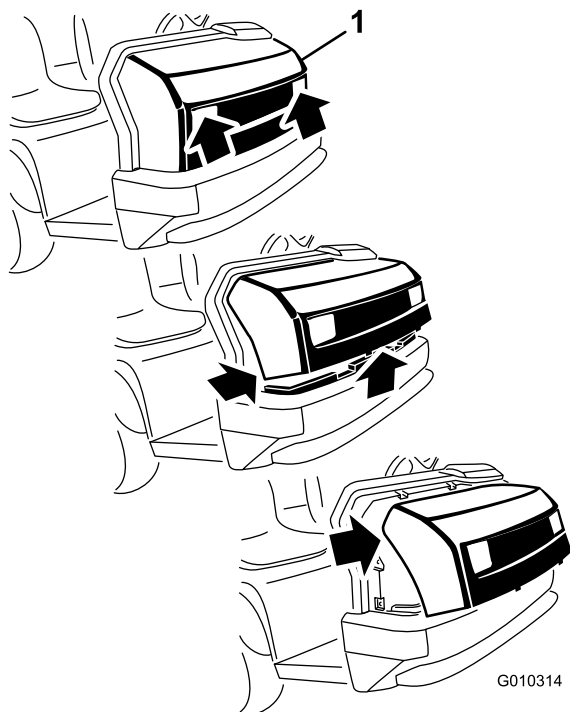

Figure 1
6. Saisissez le capot par les ouvertures des phares et soulevez-le pour dégager les pattes de fixation inférieures des fentes du pare-chocs (Figure 1).
7. Faites pivoter le bas du capot vers le haut jusqu'à ce que vous puissiez dégager les pattes de fixation supérieures des fentes du châssis (Figure 1).
8. Faites pivoter le haut du capot en avant et débranchez les connecteurs des fils des phares (Figure 1).